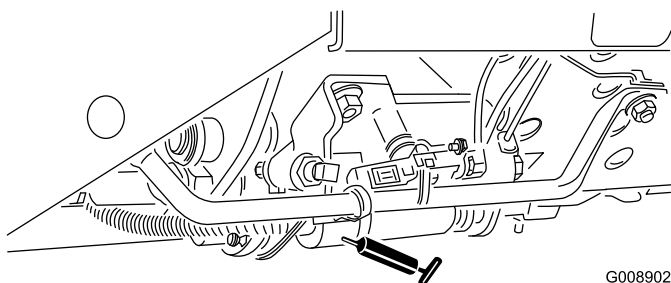

Рисунок 50
- Движок режима скашивания/транспортировки (Рисунок 50)